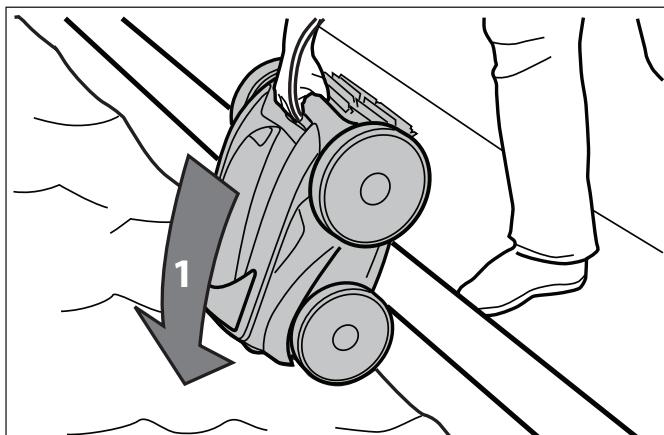

Figura 12. Sumerja el limpiafondos en posición vertical
2. En el punto central, sumerja el limpiafondos en la piscina y sosténgalo en posición vertical para liberar el aire que pueda tener atrapado adentro. (Figura 12).